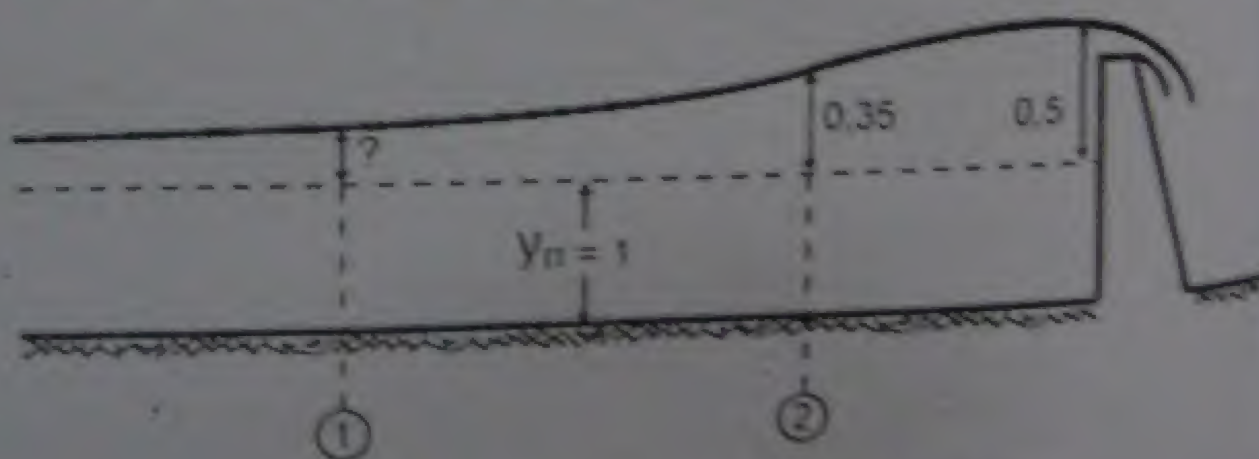

Figura 44. Perfil longitudinal del canal
95. El tirante normal de un canal trapezoidal para las siguientes características: $b = 1$ m, $Z = 2$, $S_0 = 0,0005$, $n = 0,025$, es 1 m. Existe una presa que produce una curva de remanso de alturas 0,5 m como se muestra en la figura 44.